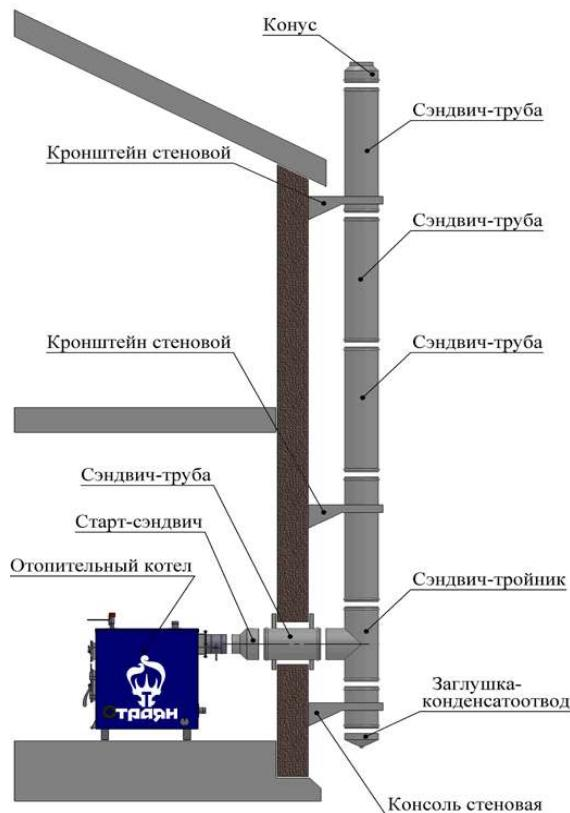

Рисунок 4- Установка через стену здания
-через стену здания (см. рис. 4).